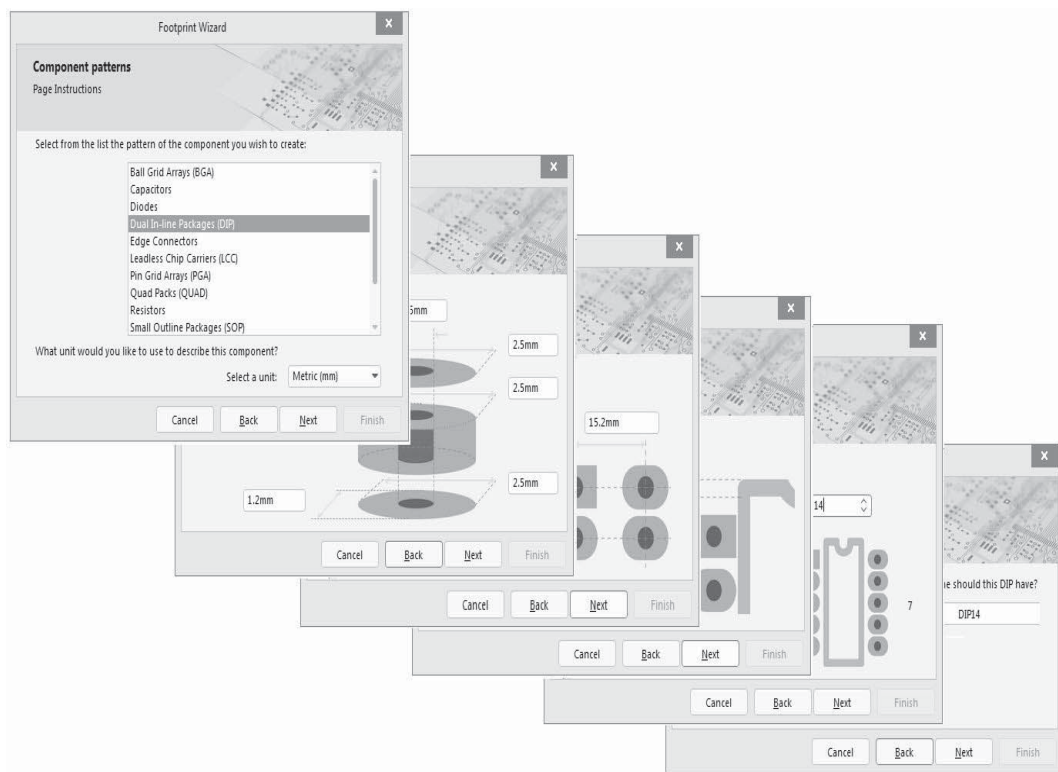

Рис. 2.13. Шаги мастера формирования ТПМ Footprint Wizard
- ☐ выбирается тип формируемого компонента и настраиваются его параметры (рис. 2.13);